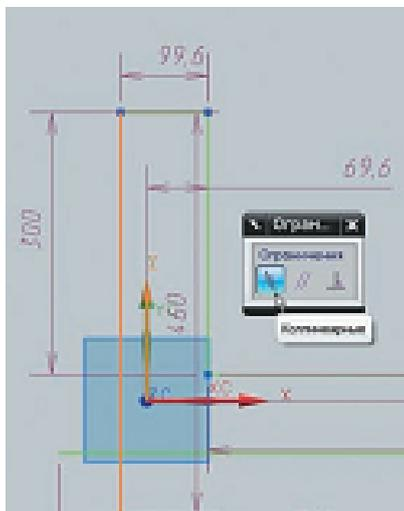

Рисунок 5.7 – Условие коллинеарности
- Нажмите кнопку задания ограничений и выберите одну из вертикальных прямых, а затем ось Y. В диалоге команды будут отображены возможные геометрические ограничения. Выберите условия коллинеарности (Рисунок 5.7).